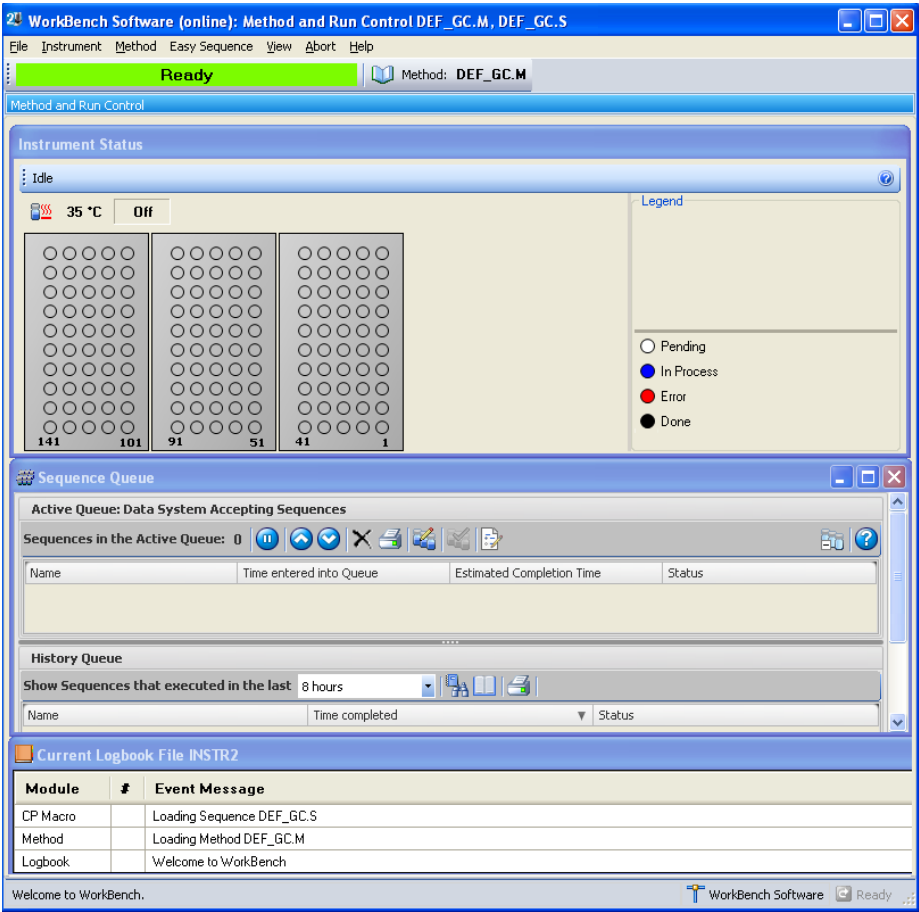

Figura 2 Software del banco de trabajo 7696A de Agilent
El hardware y software integrados proporcionan un sistema de preparación de muestras robusto y fácil de usar que proporciona resultados repetibles, registros y seguimiento de recursos. Consulte el diagrama de flujo de trabajo previsto (Figura 2) para ver un panorama del proceso de preparación de muestras.
- 1 Vaya a **Menú Inicio de Windows > Todos los programas > Agilent WorkBench** y seleccione el instrumento en la lista de menú. Se abre el software del banco de trabajo (Figura 2).